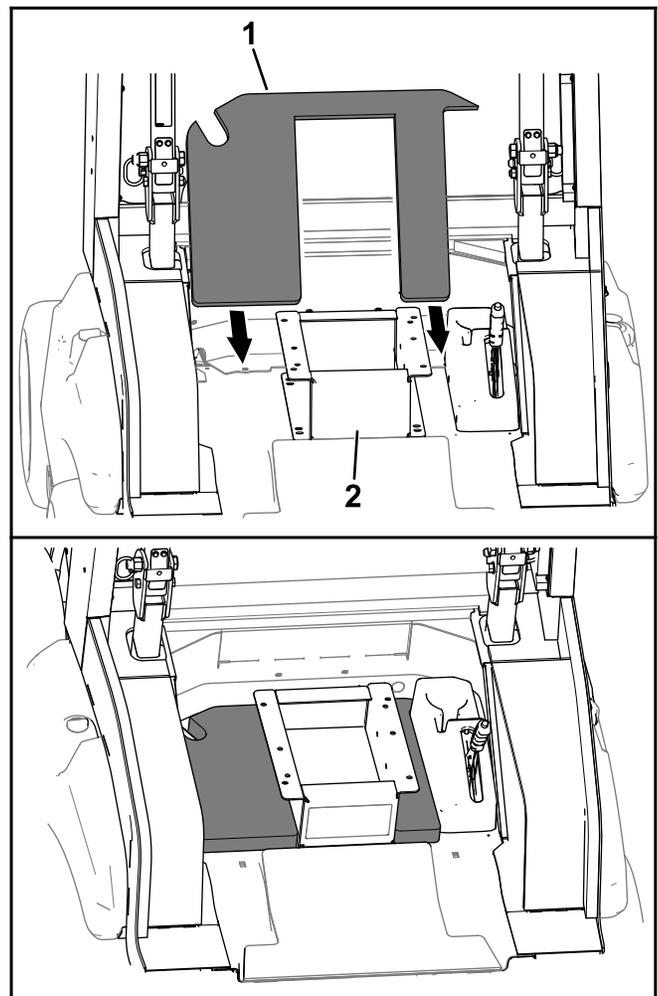

図 20
3. シートベースの周囲にシート用パッドを取り付ける 図 20。